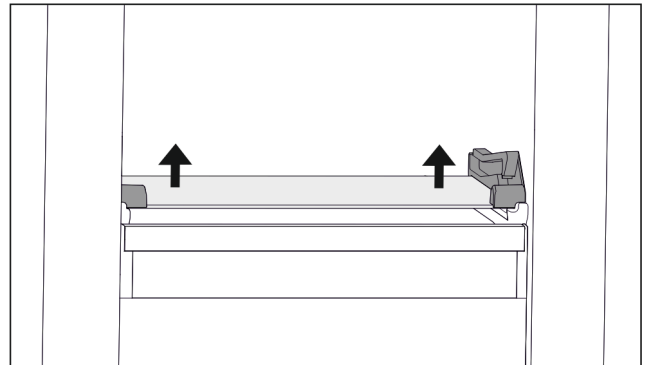

Fig. 107 Glasplatte des abklippbaren Schubfachs
- ▶ Glasplatte von unten beidseitig nach oben drücken. (siehe Fig. 107)